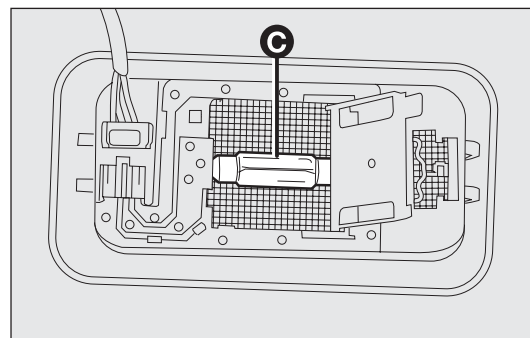

fig. 162
- sostituire la lampada C-fig. 162 svincolandola dai contatti laterali, inserire la nuova lampada accertandosi che la stessa risulti correttamente bloccata tra i contatti stessi;